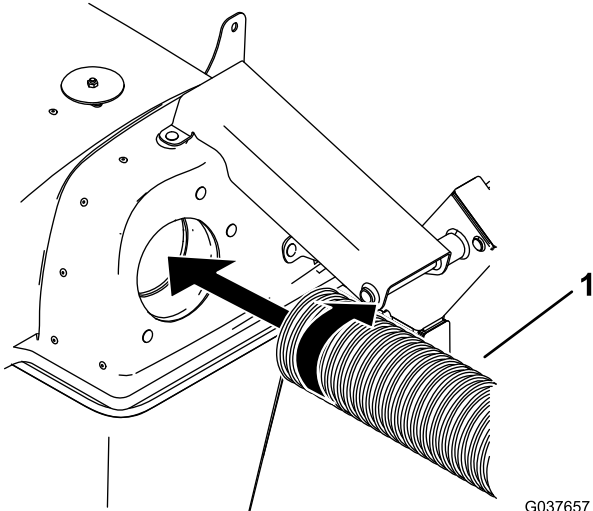

Bild 9
3. Schrauben Sie ein Ende des Rohrs in die Abdeckung, bis es fest sitzt (**Bild 9**).